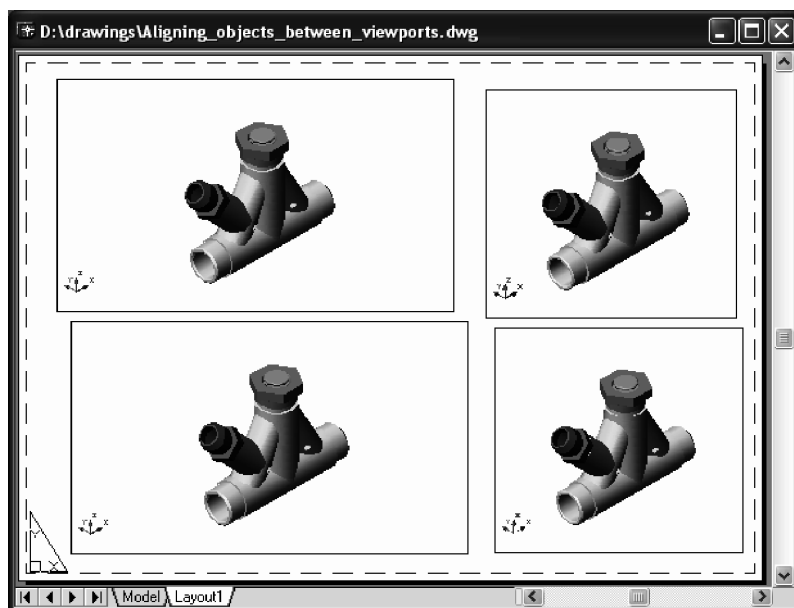

Fig. 10.28 Plasarea ferestrelor prin comanda **Mview**
- Prin folosirea repetată a comenzii **Mview** se plasează, prin clic cu *mouse*-ul, patru ferestre de afișare – Fig. 10.28. Mărimea și poziția ferestrelor sunt, evident, aproximative.